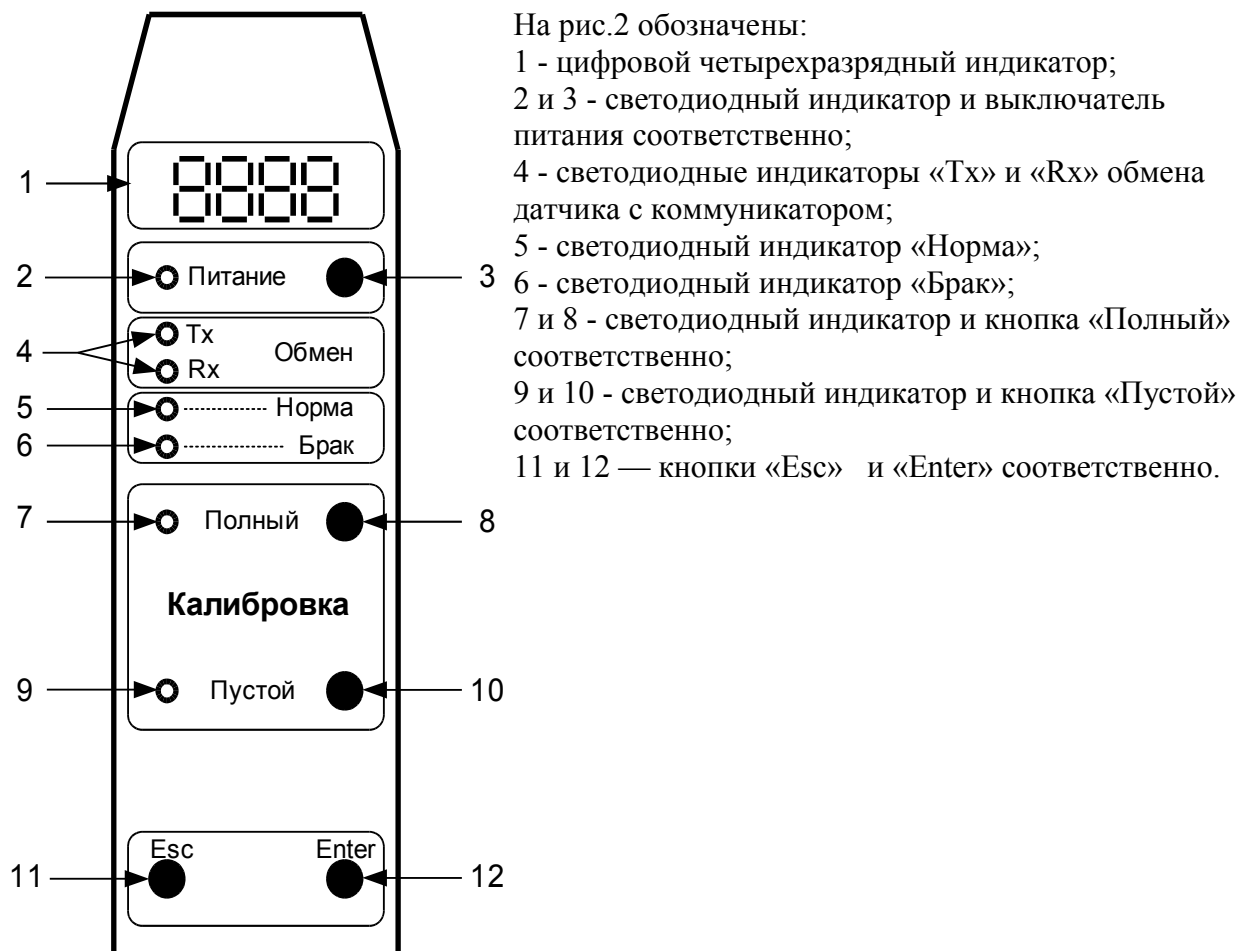

Рис. 2. Расположение органов управления и индикации на передней панели коммуникатора КЭ.
2.3 Расположение органов управления и индикации на передней панели коммуникатора КЭ F/U показано на рис.2.